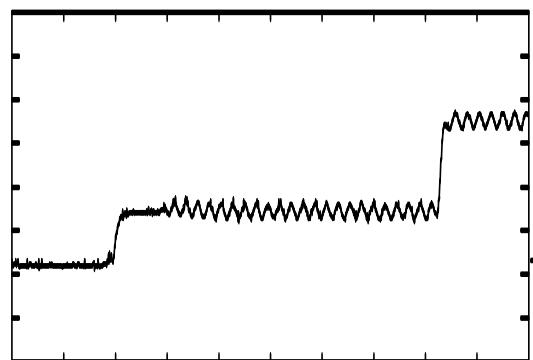

figure 3
- Abaissez le coefficient de balayage à 2 μ s/div. Le début de ligne est dilaté, le point de déclenchement est inchangé (impulsion de synchronisation ligne) (figure 3).